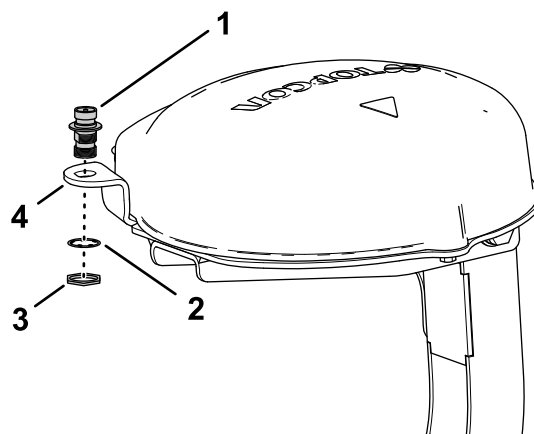

Figura 157
- Allineate l'accoppiatore coassiale attraverso l'apertura nella flangia dell'antenna RTK con i filetti del diaframma dell'accoppiatore verso il basso (Figura 157).
- Montate l'accoppiatore coassiale sulla flangia della piastra del ricevitore con la rondella di bloccaggio e il controdado e serrate il controdado manualmente (Figura 157).